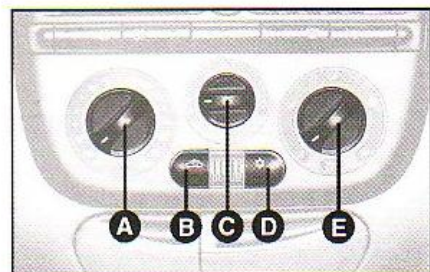

fig. 52
- temperatura do ar nos difusores obtendo a temperatura selecionada pela manopla **A-fig. 52**;
#### COMANDOS - fig. 52
- girar a manopla **A-fig. 52** em **HI**.
Se a avaria envolve o comando do ventilador **C-fig. 52** e este puder continuar seu funcionamento, será selecionada a 1ª velocidade automaticamente.